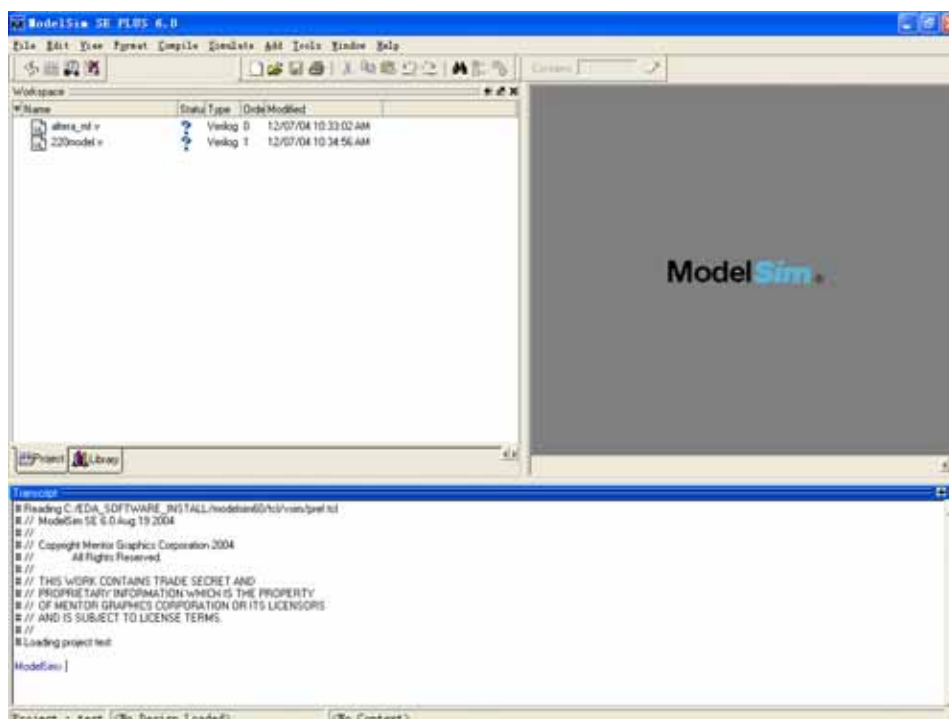

图 5 成功添加 altera\_mf.v 和 220model.v 文件
5. 单击“打开”,在 Add File to project 对话框中单击“OK”,得到图 5. 成功添加 altera\_mf.v 和 220model.v 文件.